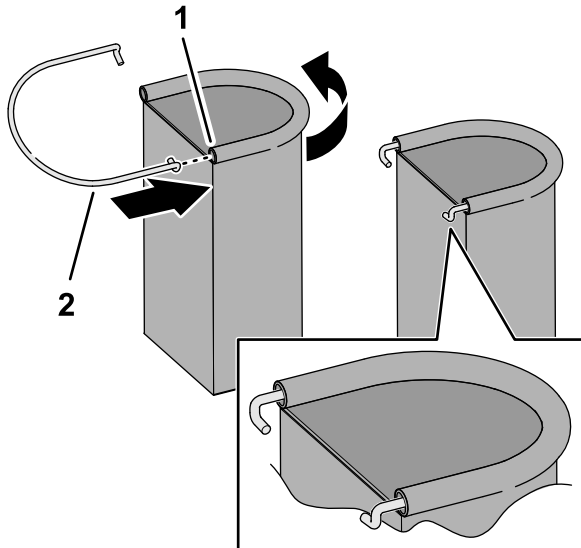

Figura 26
1. Inserte una varilla de aro en el conducto de la bolsa para guardar EPI, tal y como se muestra en la Figura 26.